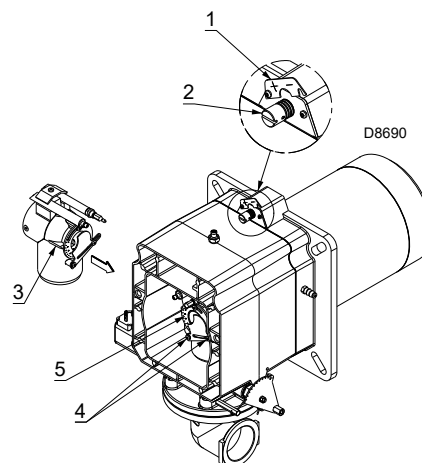

Рис. 14
- Повернуть винт 2 (Рис. 14), чтобы он совпал с риской на передней плоскости 1) фланца.
Чтобы упростить регулировку, ослабить винт 3) (Рис. 14), выполнить регулировку, затем заблокировать.
- Отверните винты 4) (Рис. 14) и поверните круглую гайку 5) так, чтобы открывшаяся риска совпала с указателем 3).